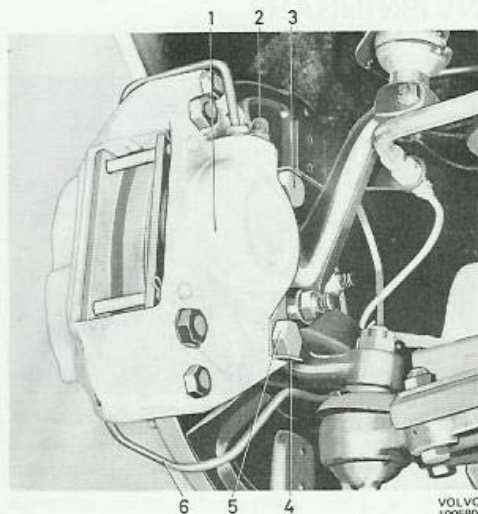
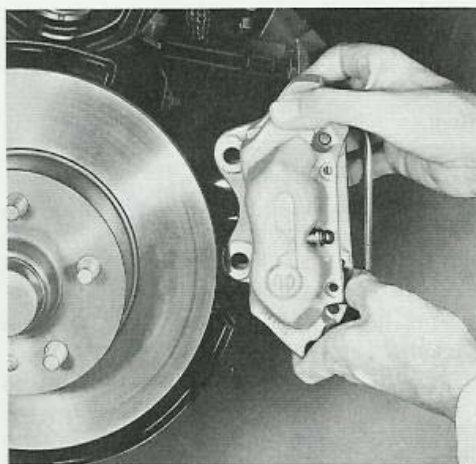

Bild 20. Framhjulsbroms
Bild 21. Demontering av brömsok
3. Lossa bromsröret, eller bromsrören beroende på vilket utförande det gäller, från bromsslang och konsol. Vik upp låsbrickan (4 bild 20) där sådan är monterad. Skruva ur fästskruvarna (5) och lyft fram bromsoket, jämför bild 21.
1. Sätt oket på sin plats. Kontrollera därvid att hållarens anliggningsytor är rena och oskadade eftersom det är av största vikt att oket får rätt läge i förhållande till bromsskivan. Läget kan kontrolleras genom att mäta avståndet mellan skiva och okets stödklack. Axiellt tillåts en avvikelse upp till 0,25 mm. Läget kan justeras med hjälp av mellanlägg. Montera fästskruvarna sedan de försetts med ett par droppar Locktite typ AV, om det gäller senare utförande (bild 20). I tidigare utförande monteras låsbricka. Kontrollera att bromsskivan kan rotera lätt mellan bromsklotsarna.